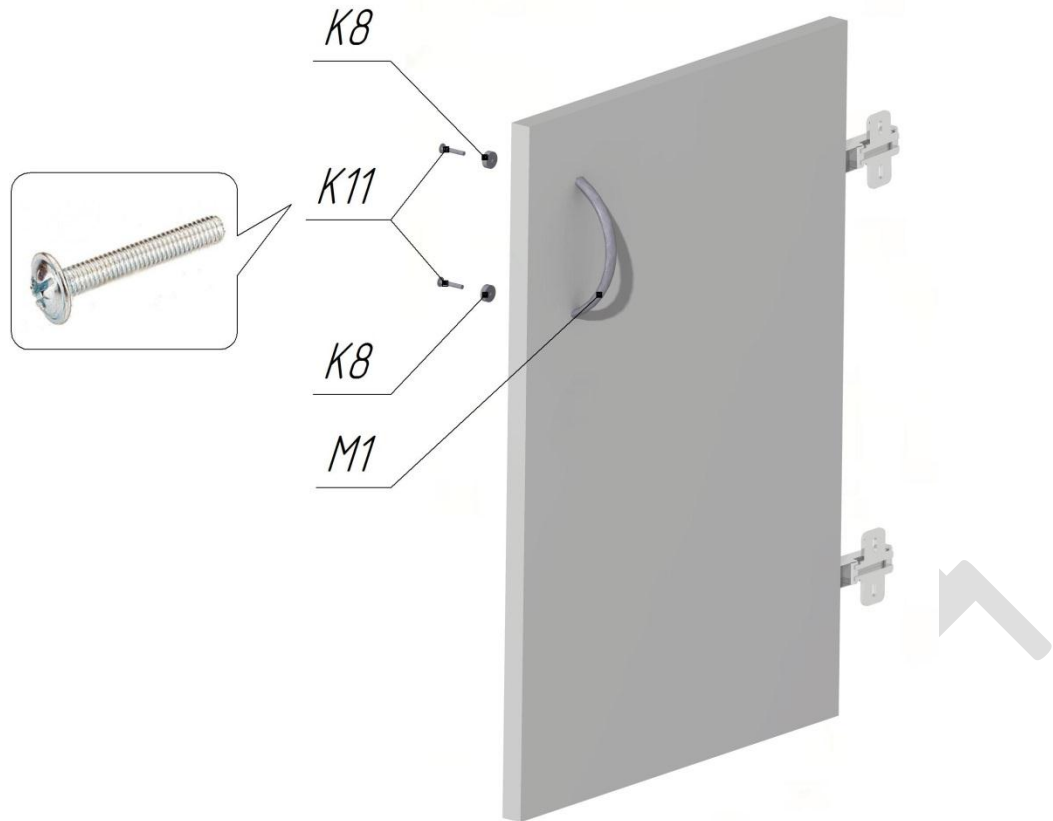

Рисунок 18
26. Установить ручку дверцы М1 при помощи винтов К11 (2шт.) и шайб К8 (2шт.). См.Рис.18.